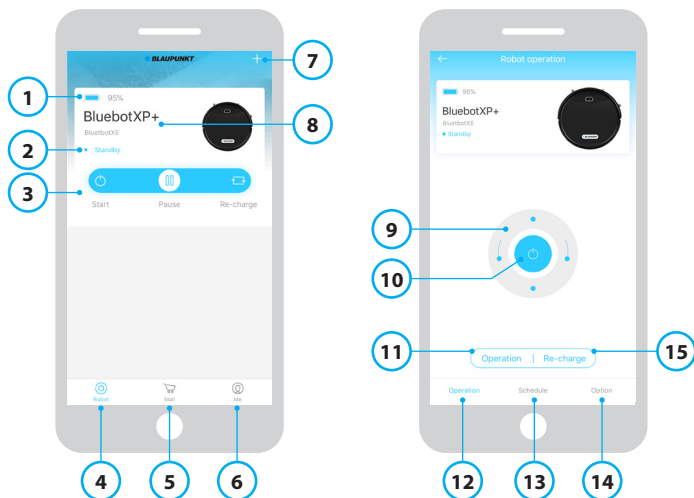

Figure 3 - Start- und Betriebsbildschirm
- 12 Operation: Öffnen Sie den Betriebsbildschirm des Roboters (siehe Abbildung 3).